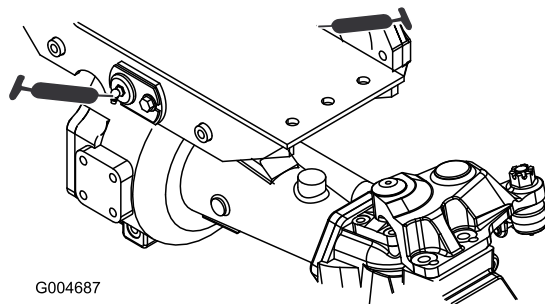

Figure 41
- 2 bagues de pivot d'essieux avant et arrière (Figure 41)